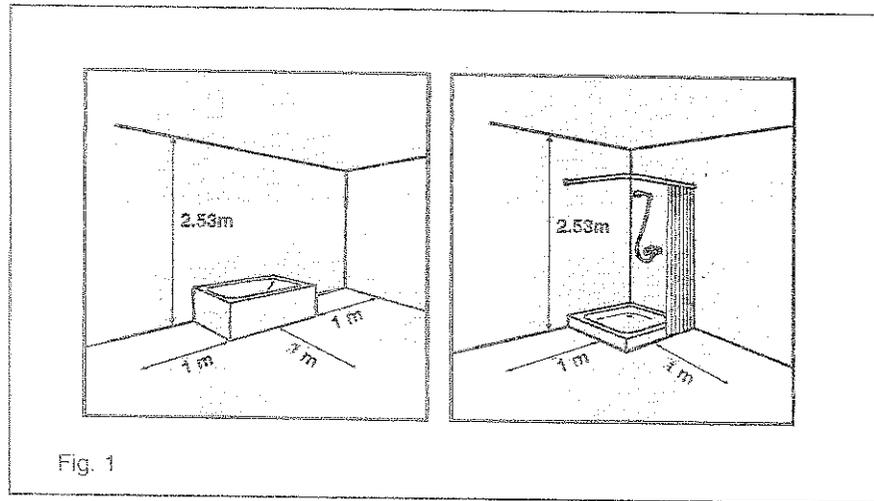

Fig. 1
- en dehors des zones colorées (fig. 1).